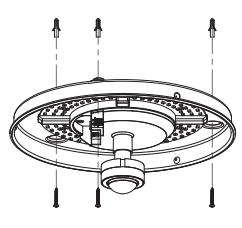

Figura 2
-Passe o fio através do braco no fundo e ligue o fio de alimentação à coluna do fio de ligação de acordo com o diagrama. Instale o sensor na posição requerida com os parafusos. (consulte a figura 2)